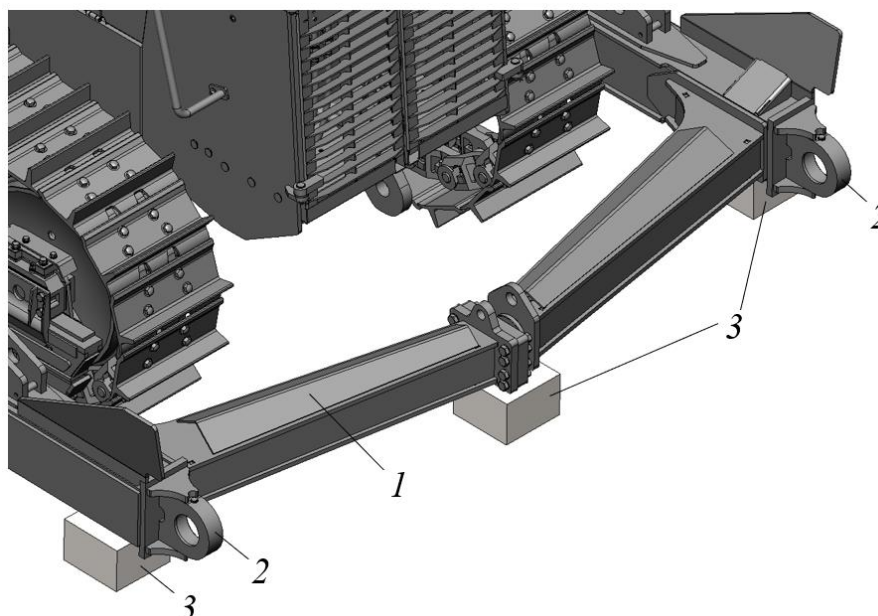

Рисунок 3.113. Установка толкающих брусьев на подпорки
- Используя грузоподъемное оборудования приподнять брус 1 так, чтобы кронштейны левого и правого брусьев 2 находились на высоте кронштейнов отвала, и установить подпорки 3, как показано на рис. 3.113.